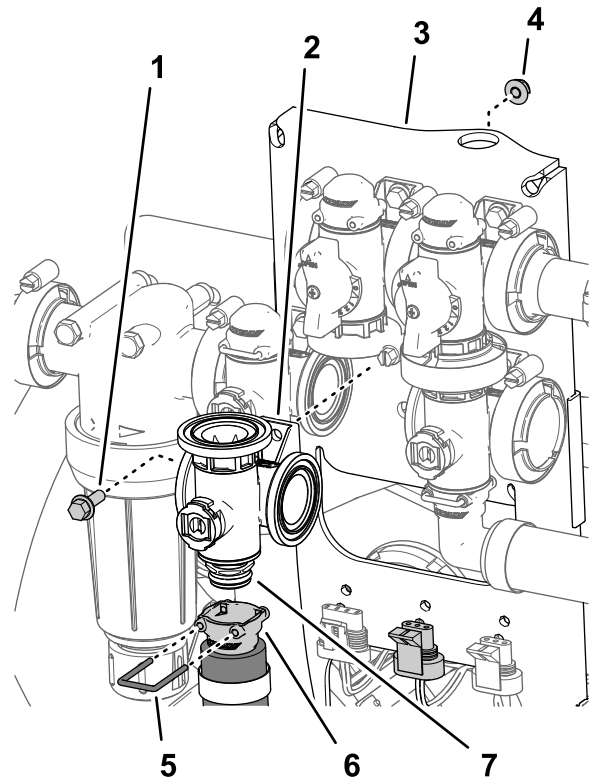

Figura 116
2. Retire la horquilla de retención que sujeta el conector de desconexión rápida al acoplamiento de desconexión rápida del distribuidor para la válvula de agitación (Figura 116).
3. Retire el perno con arandela prensada (1/4" x 3/4") y la tuerca con arandela prensada (1/4") que sujetan la válvula de agitación al soporte de la válvula, y retire el distribuidor de la válvula de la máquina (Figura 116).